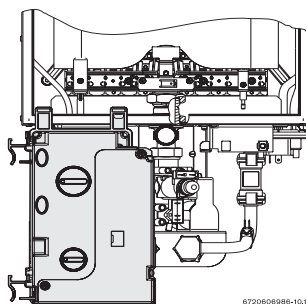

Fig. 2 Posizione d'aggancio del quadro comandi (accesso alle regolazioni gas)
- Dopo l'estrazione del quadro comandi, agganciarlo come da Fig. 2.